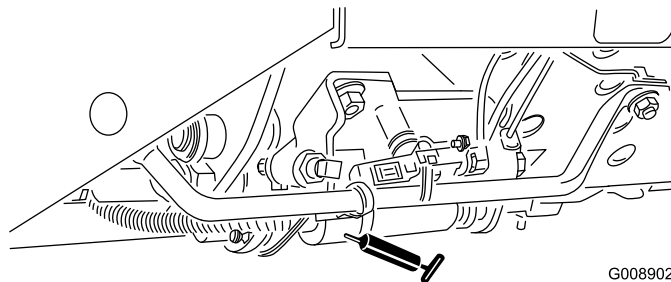

Figure 47
- Sélecteur de tonte/transport (Figure 47)